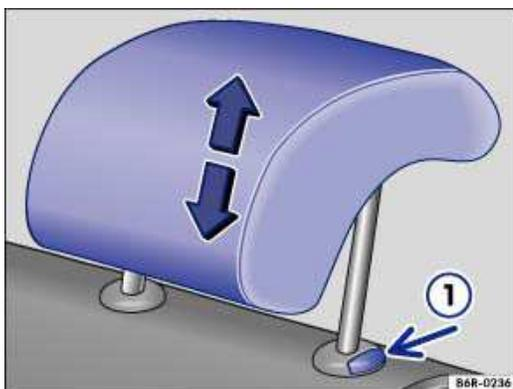

Abb. 42 Kopfstütze hinten einstellen.
- Kopfstütze in Pfeilrichtung nach oben oder bei gedrückter Taste → Abb. 42 ^① nach unten schieben → .